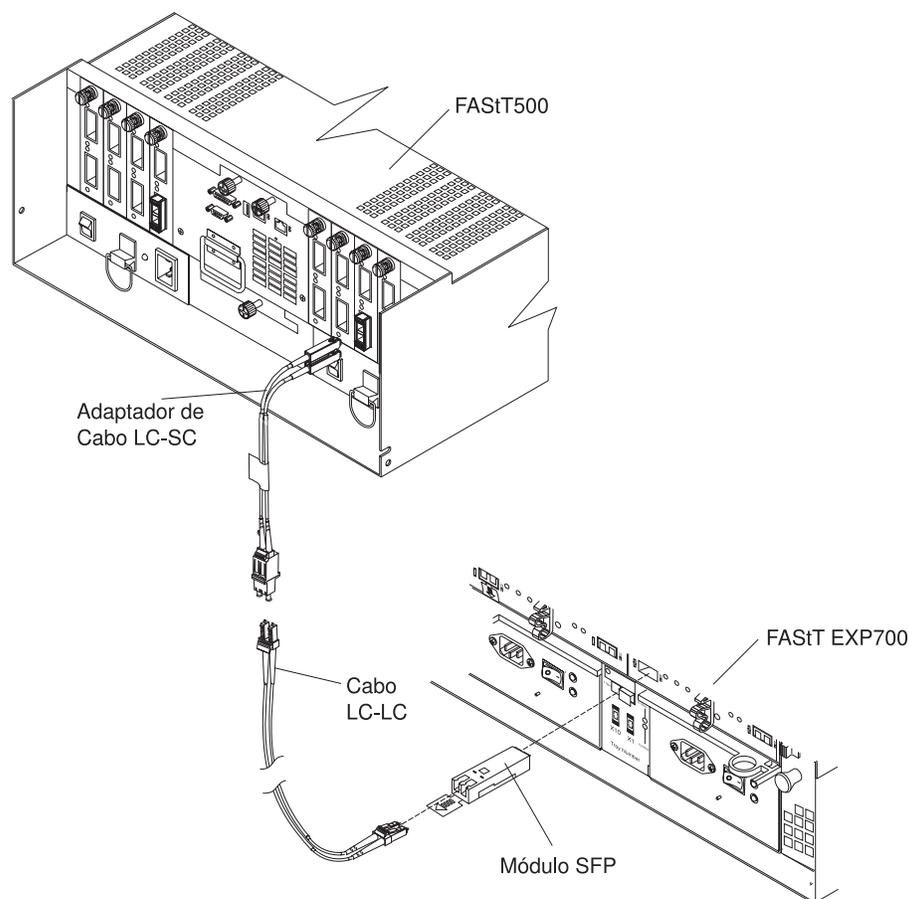

Figura 31. Conectando o FAST500 com o FAST EXP700
2. Utilizando Figura 31 na página 33 como um guia, conclua as seguintes etapas para conectar o FAST EXP700 com uma controladora RAID FAST500: